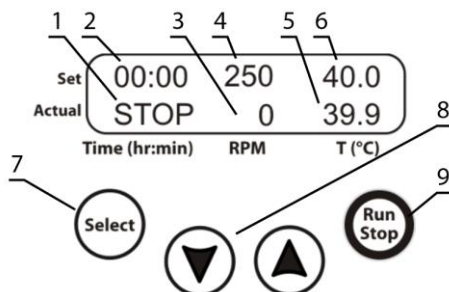

Рисунок 1. Панель управления
- В верхней строке **Set** – ранее установленные значения времени (рис. 1/2), скорости магнитного перемешивающего элемента (рис. 1/4) и температуры воды (рис. 1/6);
- В нижней строке **Actual** – время работы или индикация остановки (STOP, рис. 1/1), текущая скорость магнитного перемешивающего элемента (рис. 1/3) и текущая температура воды (рис. 1/5).
- 5.4. **Установка параметров.** Нажмите кнопку **Select** (рис. 1/7) для выбора изменяемого параметра. Каждое нажатие кнопки **Select** последовательно по кругу активирует параметры. Активный параметр мигает. Используйте кнопки **▼** и **▲** (рис. 1/8) для установки необходимого значения. Если нажать и удерживать кнопку дольше 2 с, значения меняются быстрее.
- 5.5. **Установка температуры.** Выберите и установите необходимую температуру в градусах Цельсия (**T (°C)**, рис. 1/6). Начнется нагрев. Текущие показания температуры отображаются в нижней строке дисплея (рис. 1/5).
- 5.6. **Установка скорости вращения магнитного элемента.** Выберите и установите скорость вращения в оборотах в минуту (**RPM**, рис. 1/4). Текущие показания отображаются в нижней строке дисплея (рис. 1/3).
- 5.7. **Установка времени.** Выберите и установите таймер, в часах и минутах (**Time (hr:min)**, рис. 1/2).
- 5.8. Нажмите кнопку **Run/Stop** (рис. 1/9) для начала отсчета установленного интервала времени (рис. 1/1).